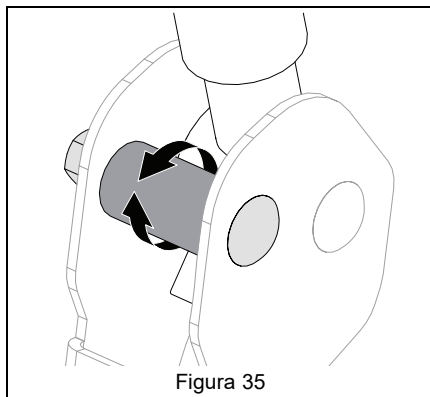

Figura 35
4. Girar el espaciador excéntrico para que las palancas estén a la misma altura y quede un hueco de 1.3 cm – 2.5 cm (1/2" – 1") entre las palancas. Consulte Figura 35.